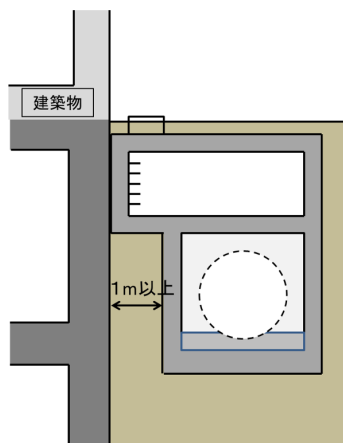

図4 建築物との離隔距離
- ◆ 本検討が必要なケースは、建築物とタンク室（上部空間室除く）との水平の離隔距離が1m未満の場合としています。図4に示すように、上部空間室だけが建築物に近接している場合は、本検討は必要ありません。